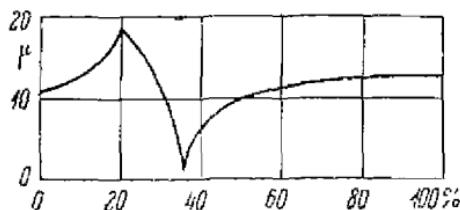

Рис. 187. График коэффициента расширения никелевых сплавов.
процентного содержания никеля в сплаве выражается зигзагообразной линией, изображенной на рис. 187.
-процентной никелевой стали (рис. 187) быстро снижается при присадке кобальта в количестве до 5%. В результате изучения ряда третичных железо-никелево-кобальтовых сплавов Мазумото открыл новые материалы, обладающие еще в десять раз меньшим коэффициентом расширения, чем инвар. Нижеследующая табличка дает коэффициенты расширения и процентный состав инвара и различных типов нового сплава, называемого супер-инваром, или сюр-инваром (сверх-инвар):